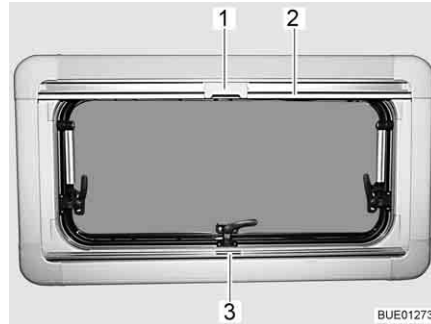

Fig. 84 Ventana abatible
- Sujetar el estor plegable por el centro del agarradero (Fig. 84,3), tirar de abajo a arriba y soltarla a la altura deseada. El estor plegable se queda fijo a esta altura.
- Tirar del agarradero de la mosquitera enrollable (Fig. 84,2) hacia abajo hasta que choque con el agarradero del estor plegable (Fig. 84,3).
- Bloquear el cierre (Fig. 84,1) de la mosquitera enrollable con el agarradero del estor plegable.
- Empujar hacia atrás el cierre (Fig. 84,1) de la mosquitera enrollable por arriba.
- Regresar la mosquitera enrollable lentamente en el agarradero (Fig. 84,2).